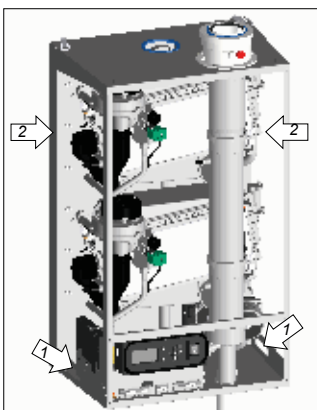

Bild 5.2.g
! Heben Sie den Kessel nur mit den Spezialgriffen im unteren Rahmen (1) an und unterstützen Sie den Kessel an der Rückwand (2). Siehe Bild 5.2.g.